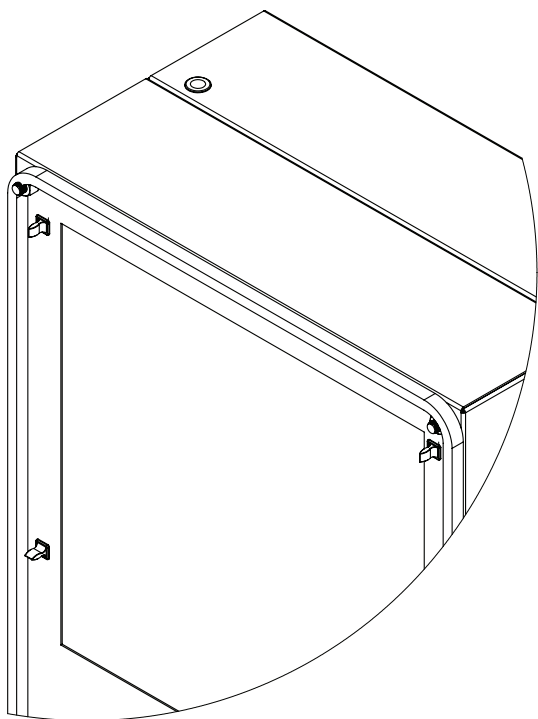

Figura 7
3. Installare la guarnizione sul pannello anteriore dell'unità di raffreddamento, utilizzando il kit di guarnizioni di montaggio fornito con l'unità. Vedere Figura 7.